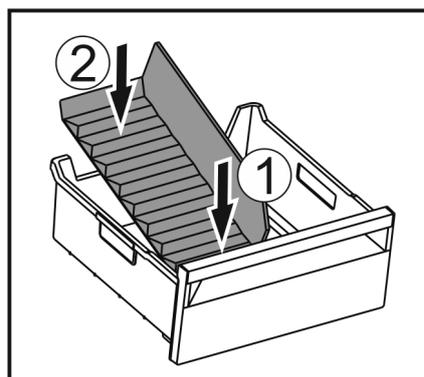

Fig. 49
- ▶ Trenner vorne zuerst einsetzen Fig. 49 (1).
- ▶ Hinteren Teil absenken Fig. 49 (2).